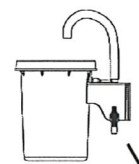
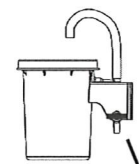

Figura 2
Figura 3
4. Asegúrese de que la llave de paso esté en la posición OFF (cerrada) (figura 3).
Nota: la llave de paso está en ON (abierta) cuando está en posición vertical (figura 2) y en OFF (cerrada) cuando está en posición horizontal (figura 3).